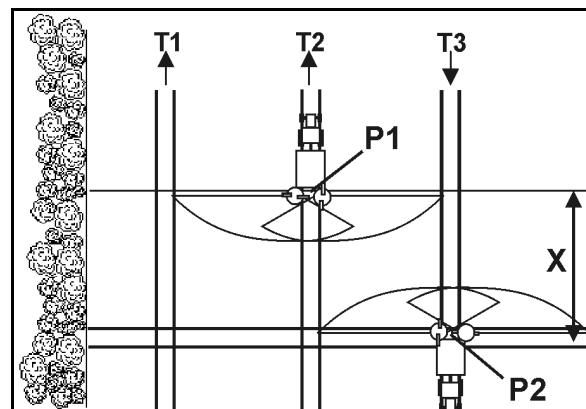

図 67
- トラムラインでポイント P1（図 67）に到達した後、散布ディスクと枕地のトラムラインの距離が X である場合、シャッターを開きます。
- 散布ディスクが枕地の最初のトラムラインの高さにある場合には、ポイント P2（図 67）でトラムラインから出る前にシャッターを閉じます。